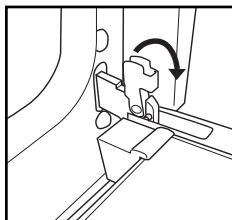

Рис. 1
- Поднимите фиксаторы и сдвиньте их вперед до упора (Рис. 1).